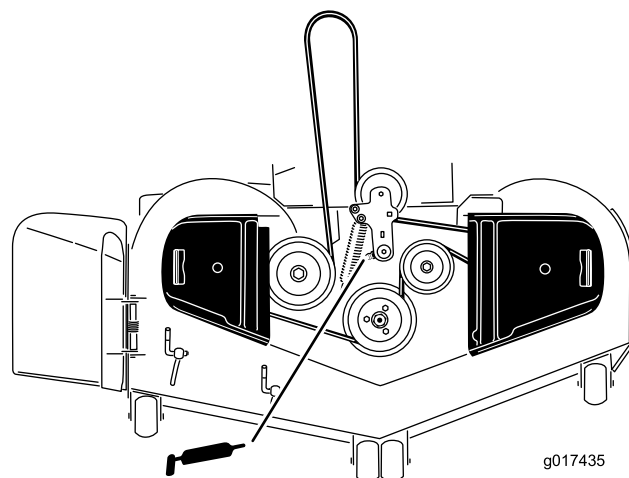

図 33
3. 刈り込みデッキのアイドラプーリのピボットにグリスを注入する；グリスが下から漏れてくるまで入れること (図 33)。